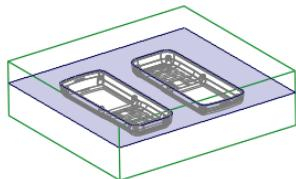
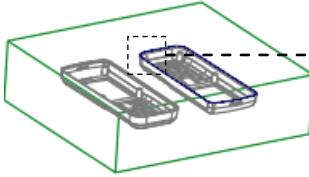

图 31.16 创建填充曲面
图 31.17 定义草绘平面
Step1. 创建图31.16所示的（填充）曲面。将坯料取消遮蔽；单击^{分型面}操控板^{曲面设计}▼区域中的“填充”按钮^{填充}，此时系统弹出“填充”操控板；右击，从弹出的菜单中选择^{定义内部草绘...}命令；选择图31.17所示的模型表面为草绘平面，接受图31.17中默认的箭头